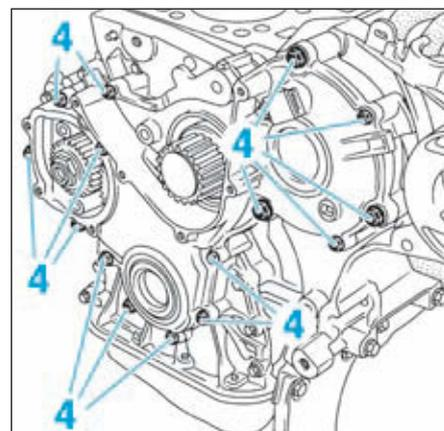

FIG.48
- Déposer le capteur de position de l'arbre à cames (3) avec son joint.
- Déposer les vis de fixation (4), puis déposer le carter de distribution avec son joint (Fig.48).